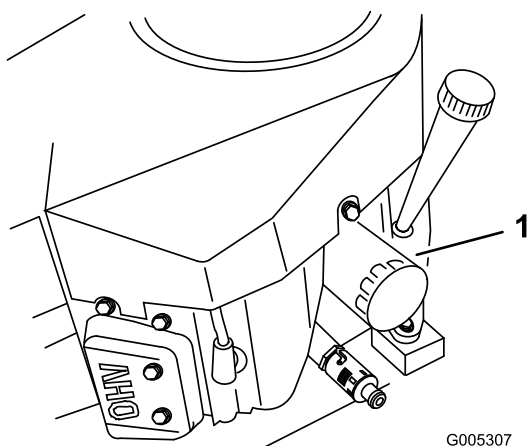

Figure 33
2. Retirez le filtre usagé (Figure 33).